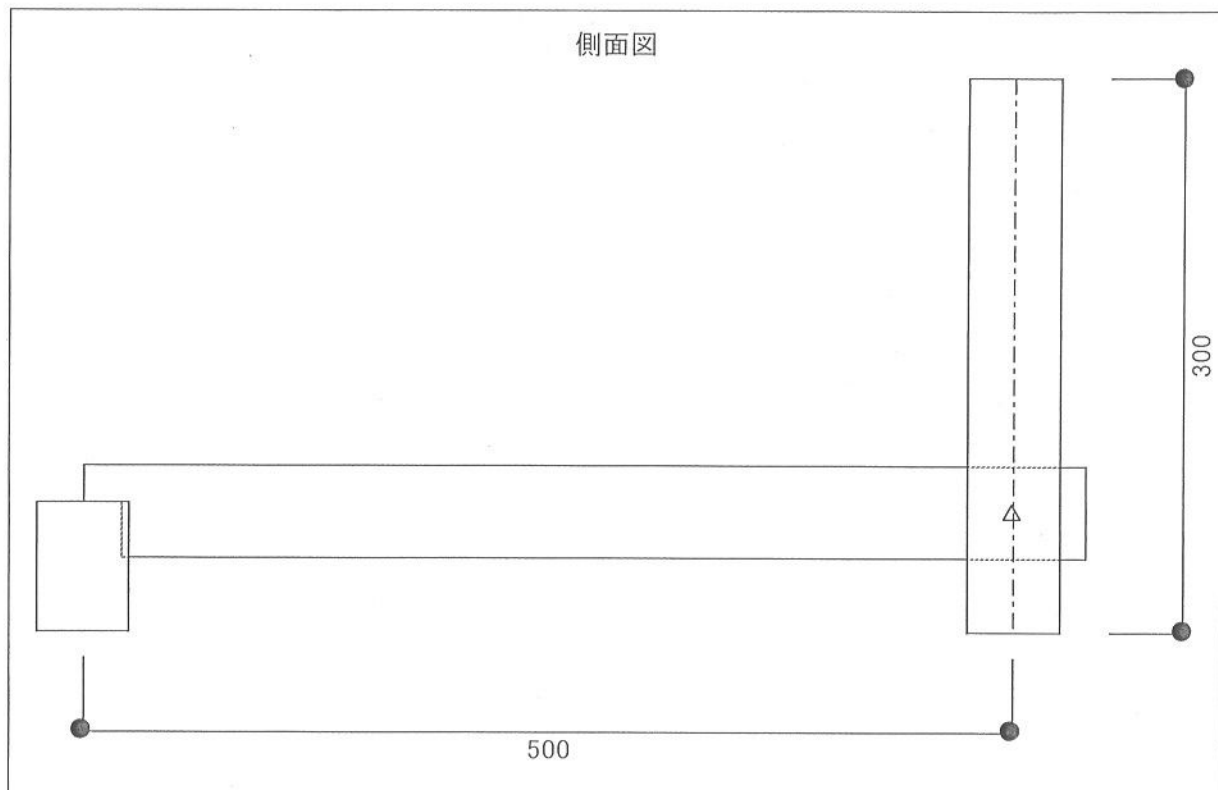
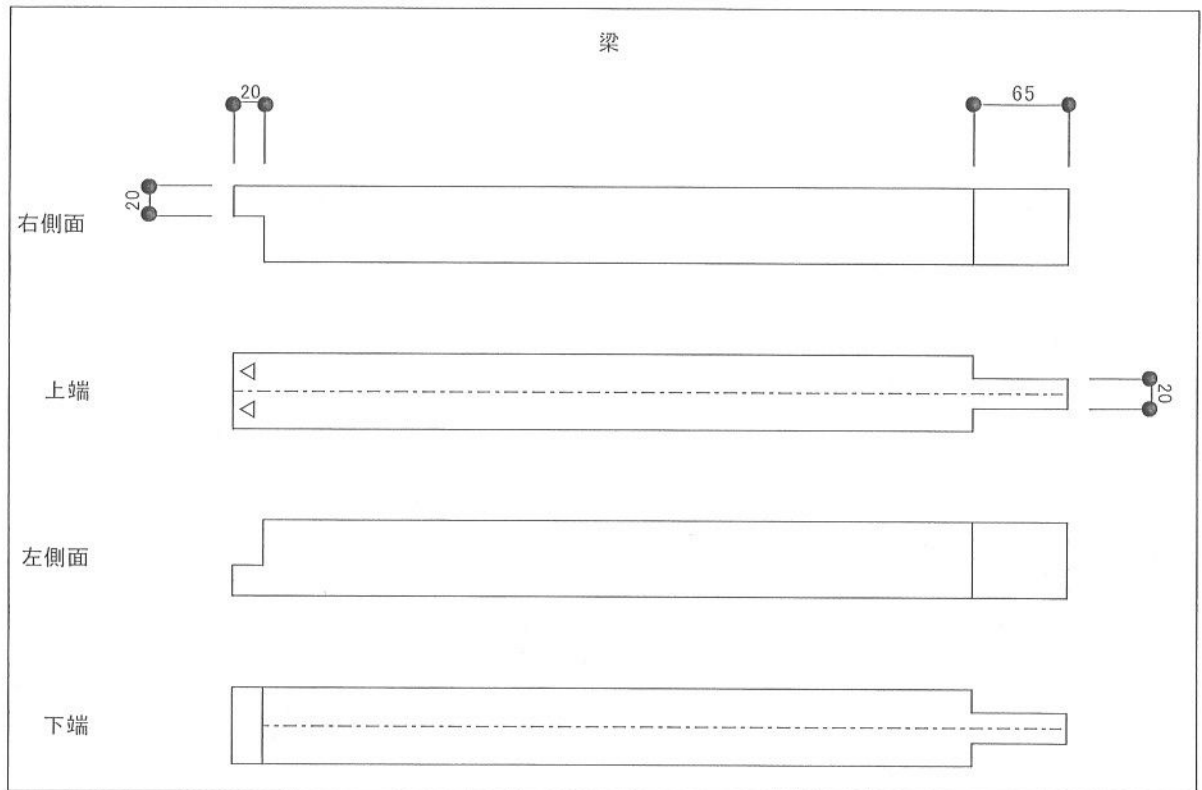

図 1
図4
- 1 準備された工具を正しく使用し、後の図1～図4を基に木材を加工しなさい。ただし、加工する材は「桁」70 mm × 50 mm × 400 mm, 「束」50 mm × 50 mm × 400 mm, 「梁」50 mm × 50 mm × 700 mm とします。また、後に示した仕様を参考にし、「梁」の長さを「桁」の上端心墨と「束」の側面心墨の間で500 mmとなるようにし、図中の△で指定された箇所を釘打ちしなさい。
(1) 墨付け
- ・各仕口部分の寸法は、図1～図4のとおりとする。
(2) 加工
(3) 組立て